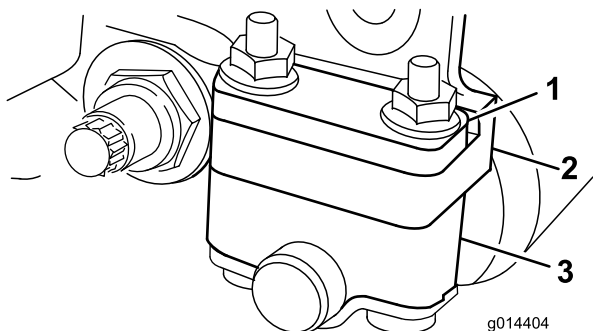
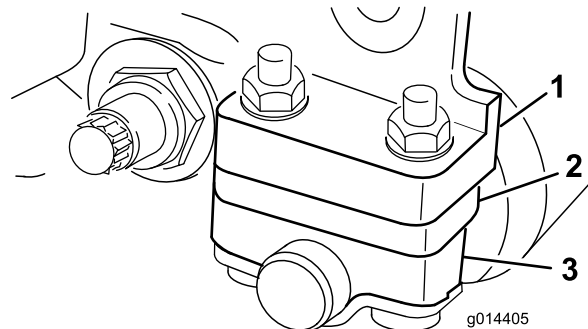

图6
图7
1. 根据想要的剪草高度范围，将后滚筒支架（图6 或图7）调整到较低或较高的位置。
当剪草高度的设置介于 1.6~6mm 之间时，将隔片放在侧板安装法兰的上方（出厂设置）（图6）。
当剪草高度的设置介于 3~25mm 之间时，将隔片放在侧板安装法兰的下方（图7）。